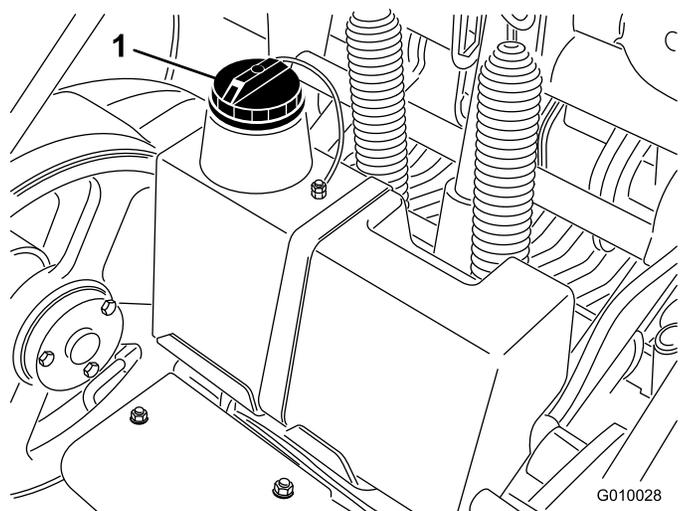

图18
3. 清洁液压油箱加油颈和加油颈盖周围的区域 图18。从加油颈上取下盖子。